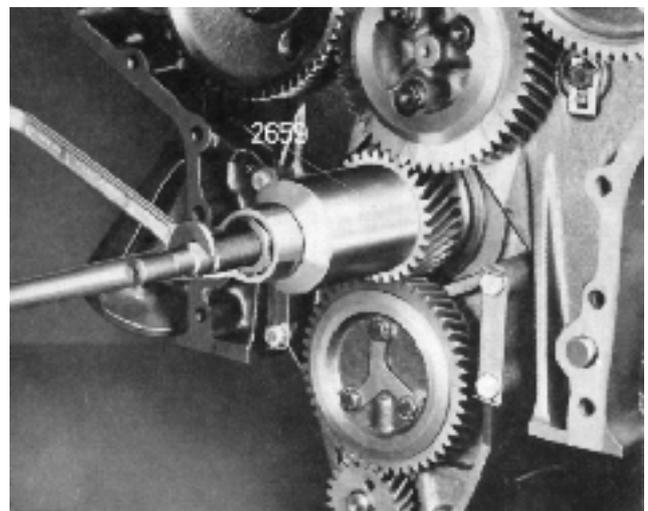

Fig. 48. Montage du pignon de vilebrequin
1. S'assurer que la clavette du vilebrequin a été remise en place. Remonter le pignon de vilebrequin en se servant de l'outil 2659 (figure 48).